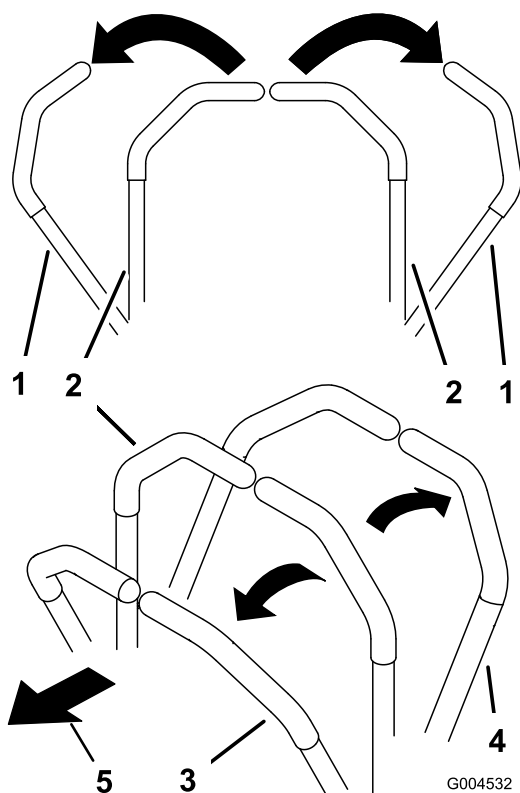

Bild 17
2. Schieben Sie für das Vorwärtsfahren die Fahrtriebshebel langsam vorwärts (Bild 17).
Wenden Sie zum Geradeausfahren auf beide Fahrtriebshebel denselben Druck an (Bild 17).
Verringern Sie zum Wenden den Druck auf den Fahrtriebshebel an der Seite, in deren Richtung Sie wenden möchten (Bild 17).